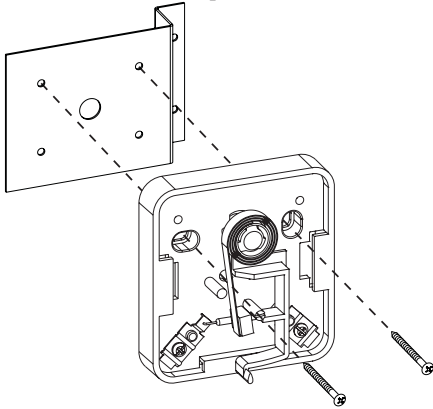

Figura 6
3. Fije el termostato al soporte con los dos (2) tornillos proporcionados. Vea la **Figura 6**. Reemplace el frente del termostato.